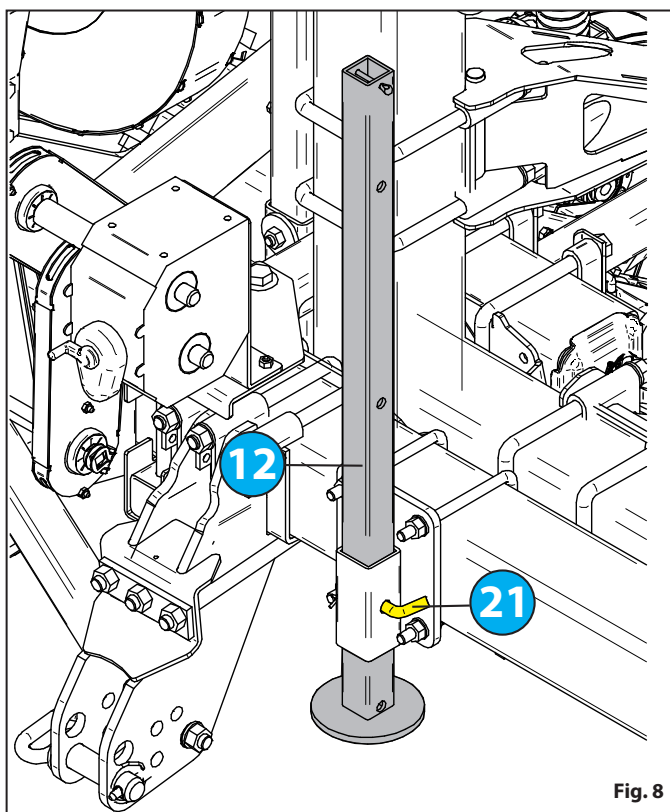

Fig. 8
- Zablokować podpory poprzez ponowne wprowadzenie sworzni blokujących **21** "Fig. 8"